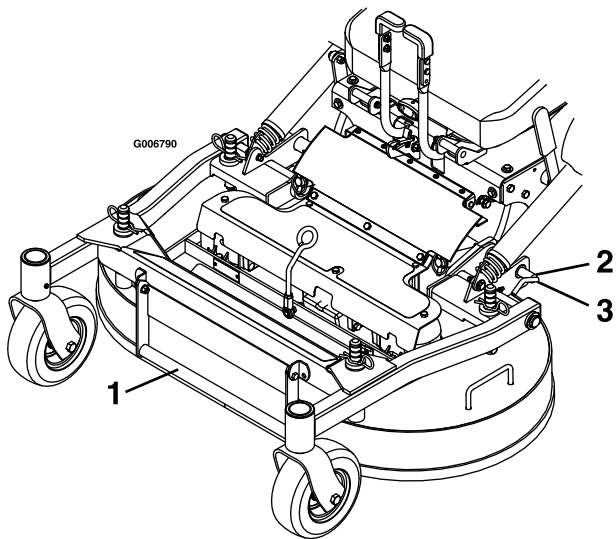

**Figura 20**
4. Afloje los pernos y retire los protectores metálicos, tal y como se muestra en la Figura 20.
2. Instale los protectores metálicos y los pernos, tal y como se muestra en la Figura 20.